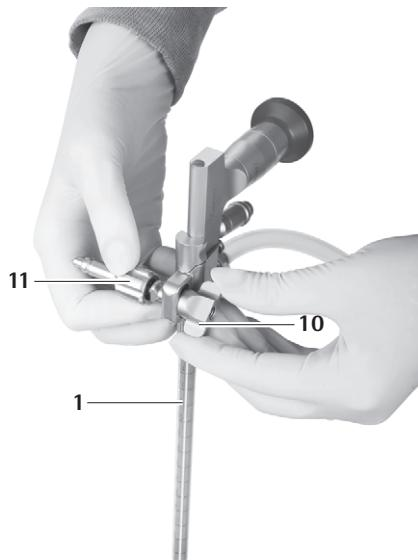

Рис. 19
- Навинтить барашковую гайку 10 так, чтобы адаптер держателя 11 зафиксировался, см. Рис. 19.